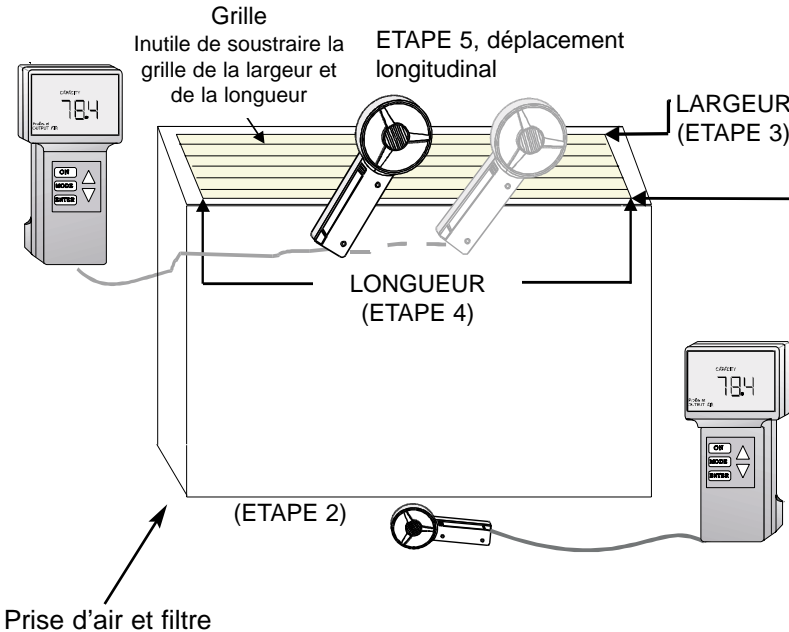

Fig. 14
5.5.4 Au moyen des touches Δ / ∇ , entrez la largeur de la bouche de sortie en pouce et appuyez sur ENTER (Fig.14 étape 3). « ENTER LENGTH » s'affichera en clignotant sur l'écran LCD.
Remarque: lors de la mesure de l'air repris, il est conseillé de REGLER LA VITESSE DU VENTILATEUR SUR HIGH (ELEVÉE) et de placer la sonde au centre de la grille de prise d'air (aucun balayage n'est nécessaire pendant cette mesure). (Fig. 14).